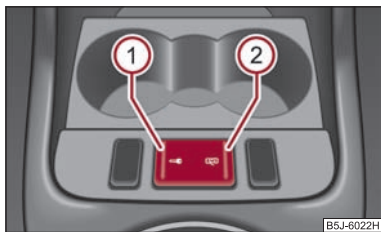

Abb. 26 Taste für Zentralverriegelung
- Drücken Sie die Taste (1) ⇒ Abb. 26. Das Symbol ⚡ in der Taste leuchtet auf.
- Drücken Sie die Taste (2) ⇒ Abb. 26. In der Taste erlischt das Symbol ⚡.